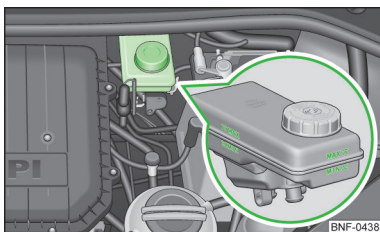

Fig. 109
- > Verificați nivelul lichidului de frână pe recipientul acestuia » fig. 109. Nivelul trebuie să se găsească între marcajele „MIN” și „MAX”.